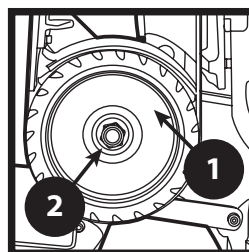

FIGURA 6
2. Gire la máquina a la posición vertical (Figura 6).